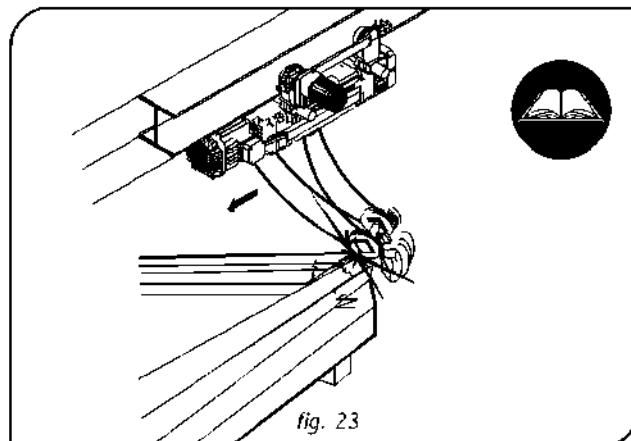

fig. 23
- Sprawdzić czy ruch haka jest adekwatny do potrzeb i czy nie napotyka na przeszkody (rys. 23).